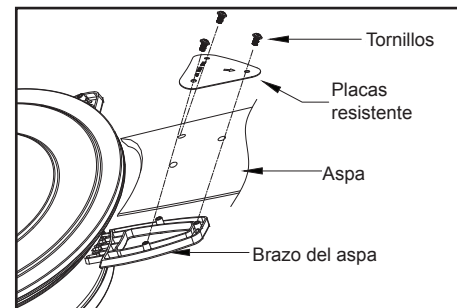

Figura 12
1. Alinea los orificios de la placa resistente y los orificios del asa con los del brazo del asa; asegúra con los tornillos incluidos (Figura 12).